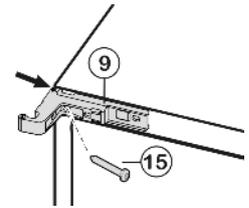

Fig. 15
- ▶ Faire pivoter la charnière *Fig. 15 (9)* supérieure de 180° et la visser à nouveau sur le côté opposé. Apposer la charnière sur la paroi latérale de l'appareil.